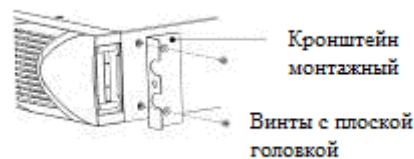

Рисунок 5 – Установка монтажных кронштейнов
7. Совместите монтажные кронштейны с отверстиями для винтов на каждой стороне ИБП и закрепите с помощью прилагаемых винтов с плоской головкой (см. рисунок 5)